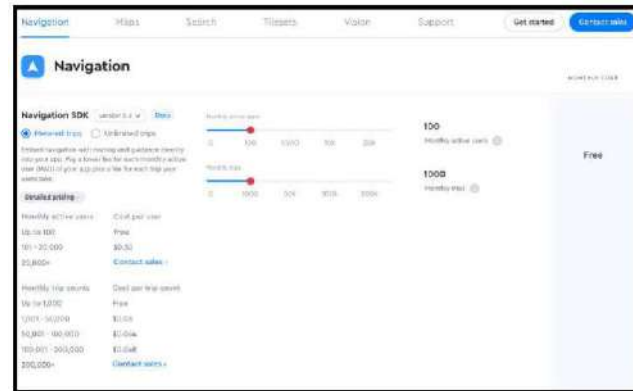

Figura 8
3.2 Precio del Mapbox, consulte lo siguiente: El coste real se basa en el precio mostrado en la APP (Figura 8).